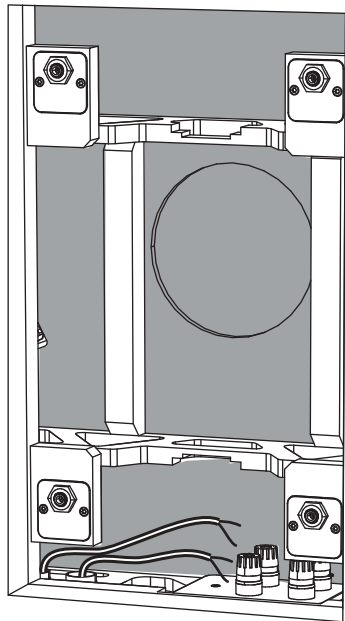

Fig. 7. Drywall removido da abertura
4. Após a instalação da parede de gesso, corte cuidadosamente o orifício na parede de gesso com uma ferramenta de mão adequada, usando a abertura na parte traseira da lata como um guia (Fig. 7). Tenha cuidado para não cortar a parte interna da abertura posterior ou cortar os fios dos alto-falantes. Certifique-se de que a abertura da parede de gesso não seja maior do que a abertura da parte de trás da lata. Remova qualquer poeira ou detritos de dentro da lata traseira.